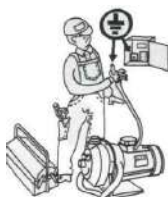

Рис. 10
- Подсоединение к электрической сети и заземлению должно производиться квалифицированным персоналом (уполномоченный электрик) при точном следовании национальным требованиям по установке (см. рис.10).